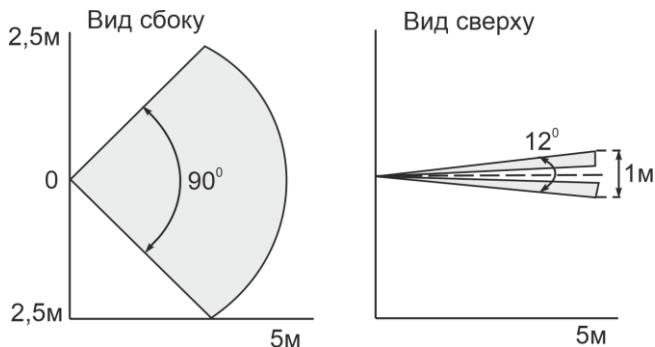

Рисунок 2
**2.1** Принцип действия извещателя основан на регистрации изменений потока теплового излучения, возникающих при пересечении человеком чувствительных зон (рисунок 2).